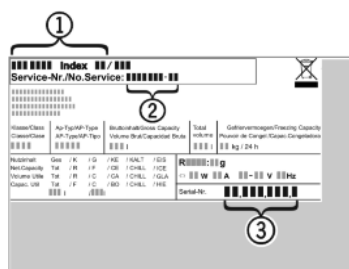

Fig. 7
- Denominación del aparato Fig. 7 (1), nº del servicio técnico Fig. 7 (2) y nº de serie Fig. 7 (3) en la placa de identificación. La placa de identificación se encuentra en la parte interior izquierda del aparato.
- Informe al servicio postventa e indique el fallo, la denominación del aparato Fig. 7 (1), el nº del servicio técnico Fig. 7 (2) y el nº de serie Fig. 7 (3).